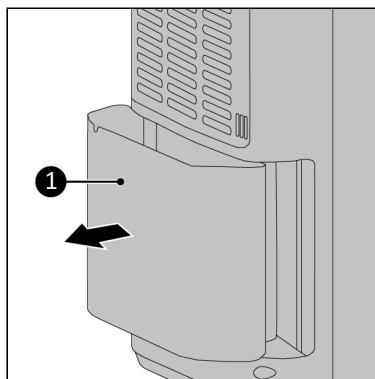

Abbildung 27.
1. Legen Sie beide Hände auf die Seiten des Wassertanks (Abbildung 27, Pos. 1).
2. Ziehen Sie den Wassertank (Abbildung 27, Pos. 1) behutsam aus dem Gerät.